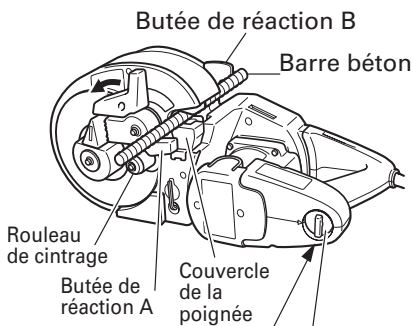

Fig. 5
### 1. Coupe normale (Fig. 5)
- (3) Mettre l'outil dans la position indiquée à la Fig. 5.
- (4) Placer la barre béton à couper sur le couteau inférieur.
- (5) Lorsque la barre béton est installée, s'assurer que la butée de réaction B est accrochée sur la barre béton.
- (6) Tirer sur la gâchette et couper la barre béton.